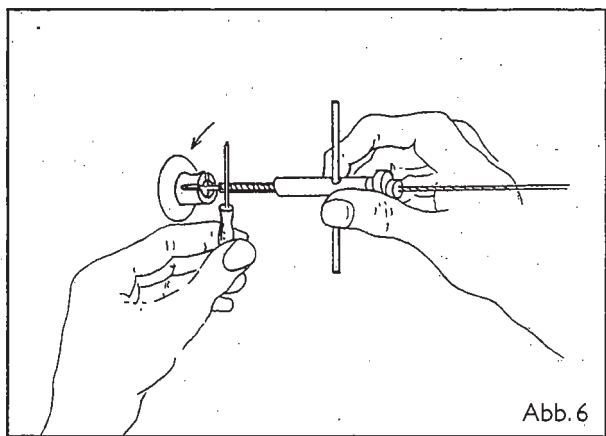

Abb.6
3. Stecken Sie den Stahlstift in die Bohrung des Spannschlusses und den Schraubendreher in die Bohrung der Spannschraube. Halten Sie das Spannschloß mit dem Stahlstift fest und bewegen Sie nur die Spannschraube. Durch Drehen der Spannschraube gegen den Uhrzeigersinn spannt sich das Seil (Abb. 6).